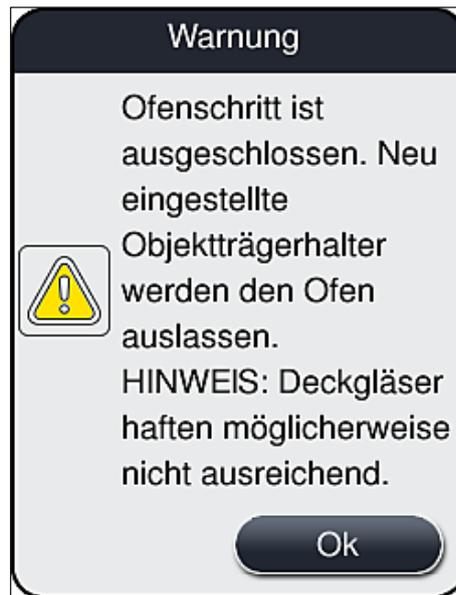

Abb. 36
3. Durch Drücken der Taste **Speichern** (→ Abb. 33-5) die Einstellung übernehmen und die nachfolgende Meldung (→ Abb. 36) beachten und mit **Ok** bestätigen.